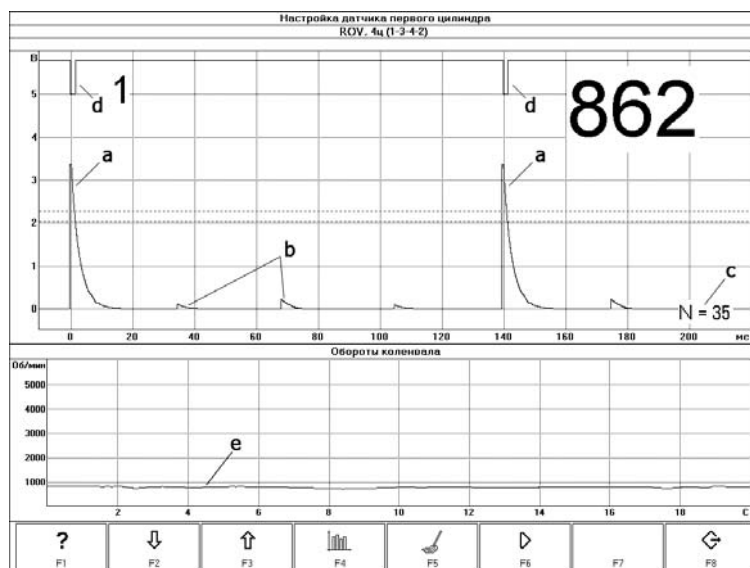

Рис. 30. Режим настройки канала синхронизации для систем зажигания КОНТ, ROV, HEI.
5. На нижней панели отображения в режиме самописца индицируется график изменения во времени частоты вращения коленчатого вала двигателя. Текущее значение этого сигнала является результатом преобразования периода следования стробов синхронизации, формируемых по сигналу датчика первого цилиндра, в значение об/мин. Рис. 30.